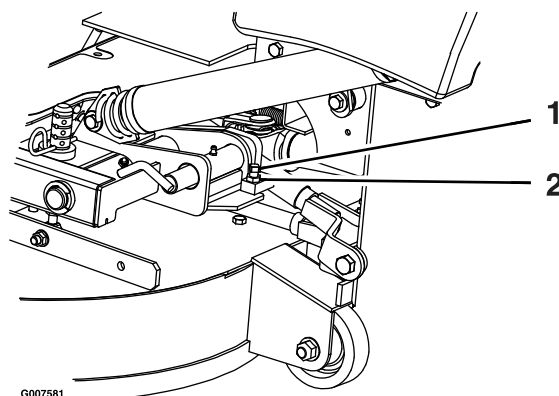

Figura 70
2. Slăbiți contrapiulița i rotii urubul de oprire în sensul acelor de ceasornic, până când tiftul de blocare este strâns i nu poate fi rotit manual (Figura 70).